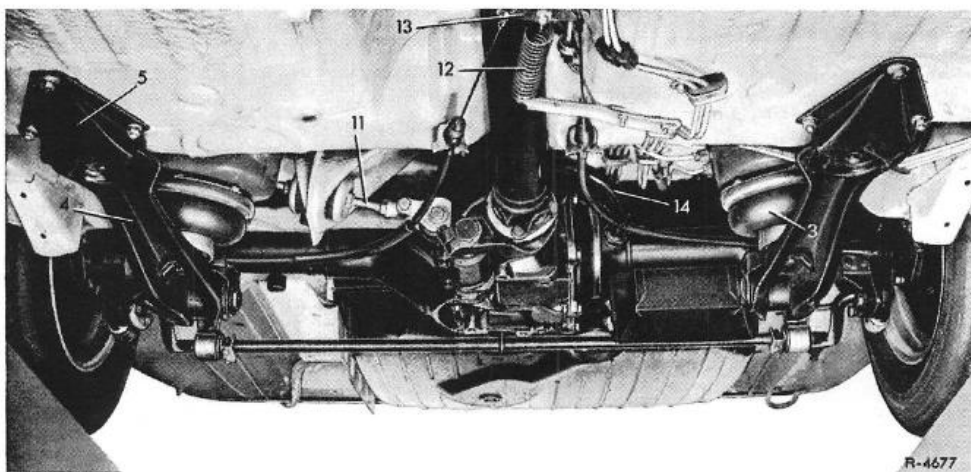

Bild 35-1/3
13 Lagerung der Bremsmomentabstützung am Rahmenboden lösen. Dazu Kronenmutter im Wageninneren unter dem Fondsitz abschrauben und Sechskantschraube (4) herausziehen (siehe Bild 35-1/9).